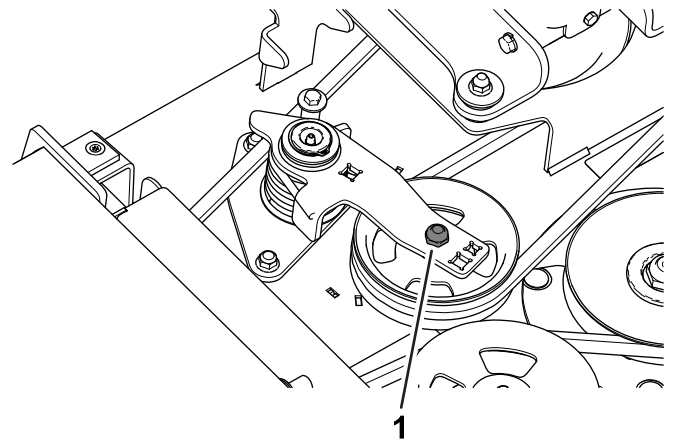

Bild 28
- Schieben Sie die Spannscheibe mit einem Drehmomentschlüssel oder einem ähnlichen Werkzeug (Bild 28) vom Treibriemen und lassen Sie den Riemen von der Getriebespannscheibe rutschen.